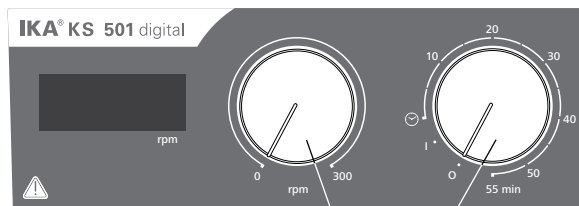

Fig. 3
- ☞ Aby włączyć urządzenie, obrócić pokrętło „**Wł./wył.**” i „**Czasomierz**” (B, patrz **Fig. 3**) w kierunku zgodnym z ruchem wskazówek zegara do pozycji „1”.
- ☞ Aby wyłączyć urządzenie, obrócić pokrętło „**Wł./wył.**” i „**Czasomierz**” (B) do pozycji „0”.
- ☞ Ustawić prędkość obrotową silnika za pomocą regulatora „**Prędkość obrotowa**” (C, patrz **Fig. 3**). Prędkość obrotową silnika można ustawiać w zakresie od 0 do 300 rpm.